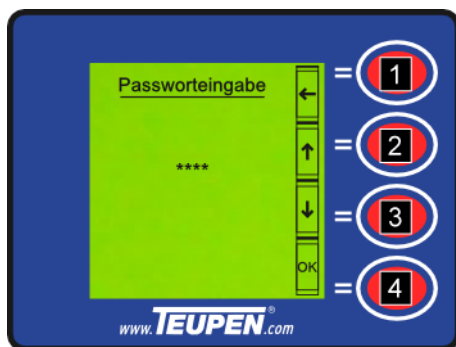

Abb. 69: Passworteingabe
1. → [Funktionstaste] (Abb. 69/4) drücken.
2. → Mit den [Funktionstasten] (Abb. 69/2 und 3) die gewünschte Ziffer auswählen.
3. → Mit der [Funktionstaste] (Abb. 69/4) die ausgewählte Ziffer bestätigen.
→ Mit der [Funktionstaste] (Abb. 69/1) zurück in das „Hauptmenü“.